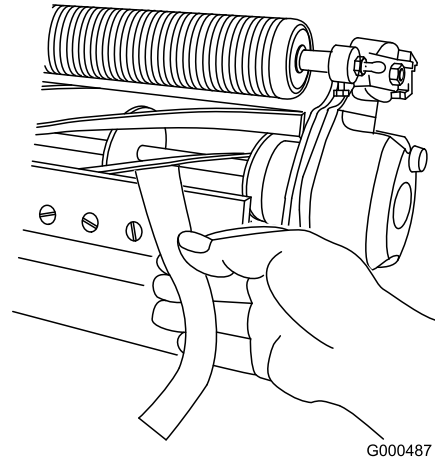

Figura 7
- Inserte una tira larga de papel para comprobar el rendimiento del corte entre el molinete y la contracuchilla, perpendicular a la contracuchilla (Figura 7) y, a continuación, gire **lentamente** el molinete hacia delante; deberá cortar el papel; de lo contrario, repita los pasos A y B hasta que corte.
11. Inserte una tira larga de papel para comprobar el rendimiento del corte (pieza Toro n.º 125-5610) entre el molinete y la contracuchilla, perpendicular a la contracuchilla (Figura 7) y, a continuación, gire **lentamente** el molinete hacia delante; deberá cortar el papel; de lo contrario, gire 1 clic cada perno de ajuste de la barra de asiento en sentido horario, hasta que corte el papel.